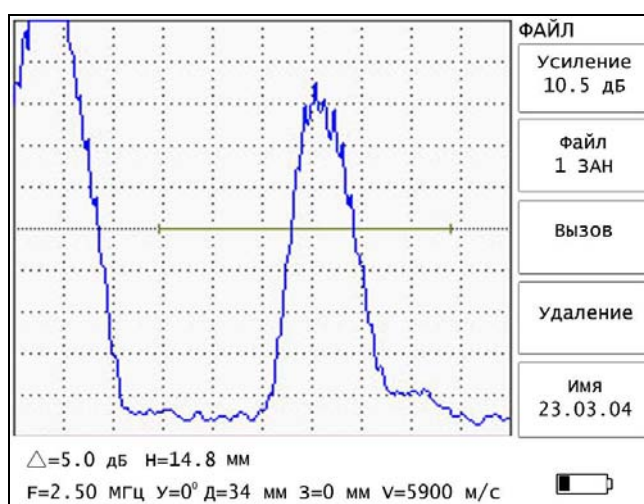

Рис. 5.13.
5.5.8. Меню **«ФАЙЛ»** содержит следующие параметры (рис. 5.13).